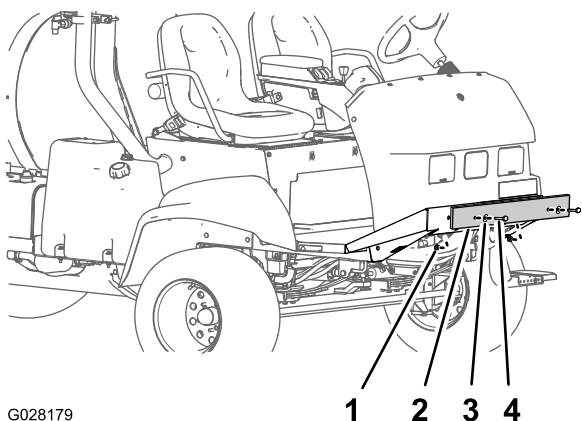

Figura 9
1. Retire os parafusos, anilhas e porcas que fixam o para-choques de transporte à placa do chassi dianteira (Figura 9).
2. Remova o para-choques de transporte da máquina (Figura 9).